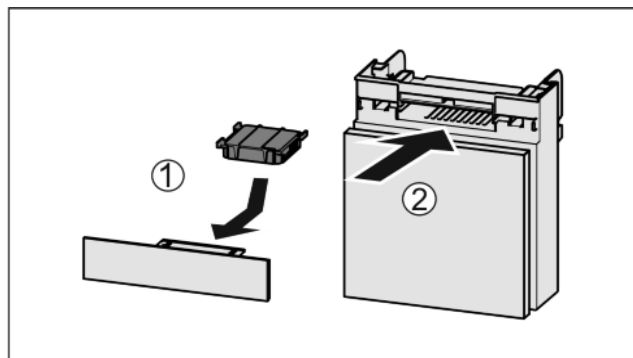

Fig. 45
- Aktivkohlefilter nach Abbildung einsetzen Fig. 45 (1).
- Fach einschieben Fig. 45 (2).